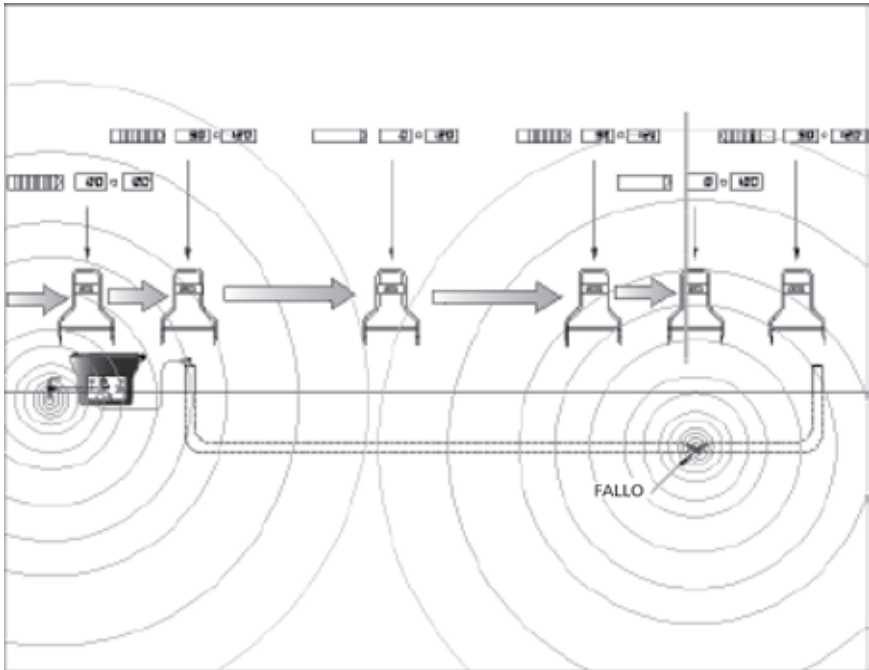

Figura 3-4: Localización del fallo del cable con un receptor A-5000
5. El número de barras disminuirá a medida que se aleje de la ubicación de sincronización y aumentará a medida que se acerque al fallo de la cubierta. Consulte la figura 3-4.